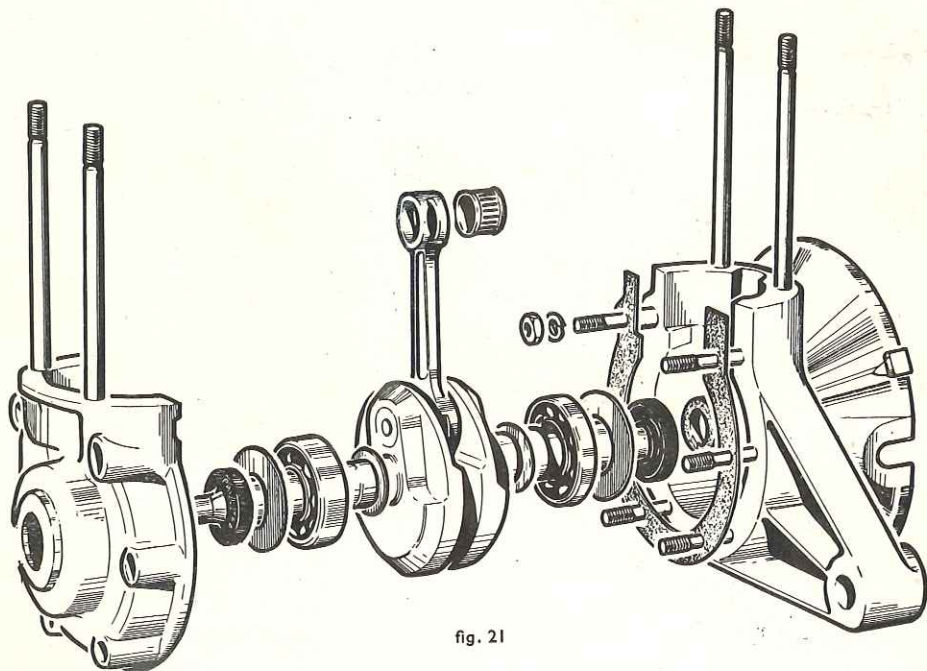

fig. 21
- Visser jusqu'à l'extraction complète du carter (fig. 21 bis).
fig. 21 bis